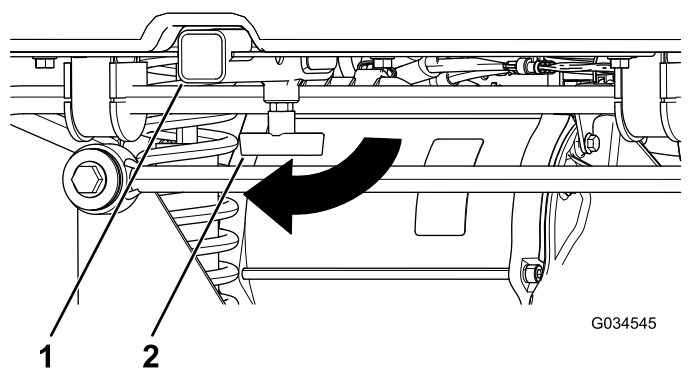

図 15
2. レシーバにアクセサリを挿入し、穴どうしが並ぶまで押し込む 図 15。